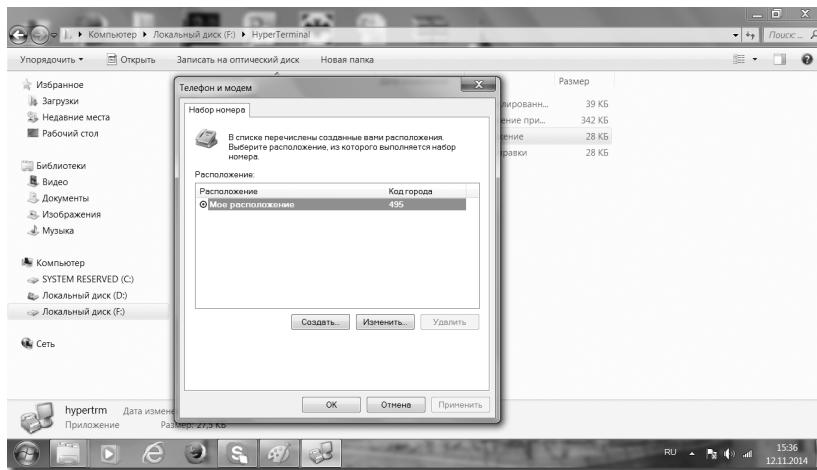

Рис. 19
4.4. Появится окно «Телефон и модем» → Нажимаем «OK» (рис.19).